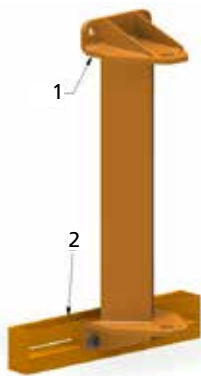

fig.35
1. Monte en la ménsula 1 el otro soporte delantero 2 (fig. 35).